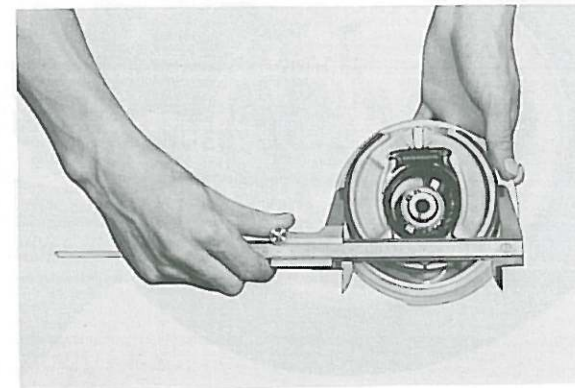

Fig. 5-1-6
1. Measure the outside diameter at the brake shoes with slide calipers. (Fig. 5-1-6)
1. Mesurer le diamètre extérieur des segments assemblés avec un pied à coulisse. (Fig. 5-1-6)
1. Außendurchmesser der Bremsbacken mit einer Schublehre messen. (Fig. 5-1-6)